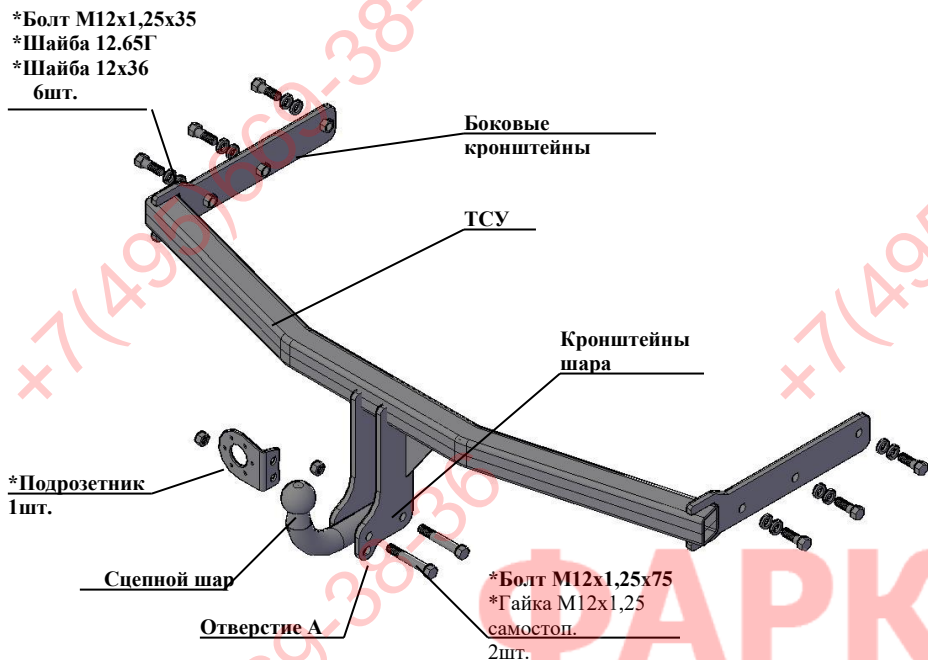

Рис.1 Тягово-сцепное устройство 8120
2.1 ТСУ 8120 в сборе (рис.1)	1 шт.
2.2 Пакет с комплектующими (см. рис.1)	1 шт.